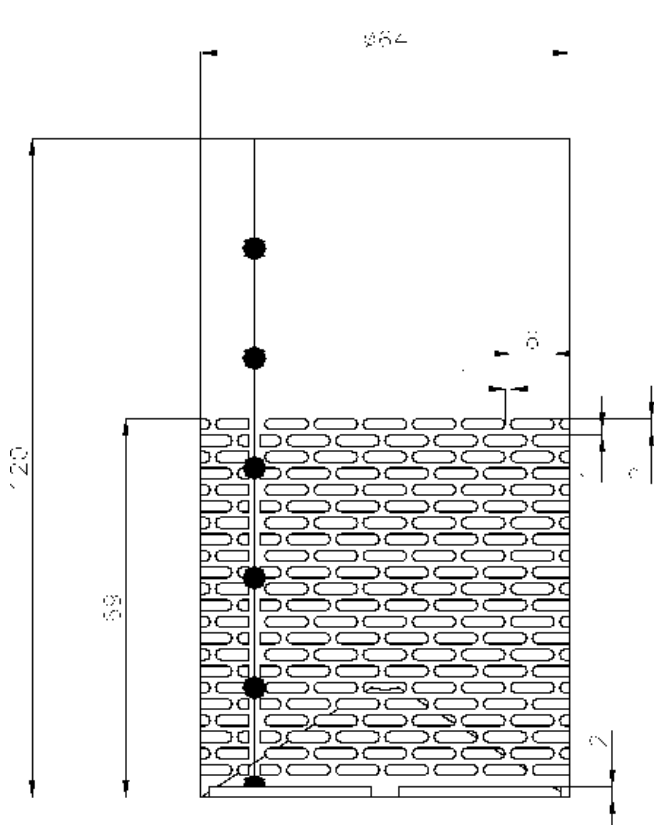

Bild 3. BAK-Q80 Diebstahlschutzsieb
- Bild.3 BAK-Q80 Diebstahlschutzsieb.